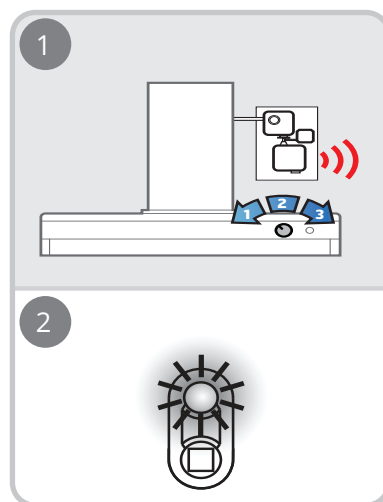

Fig. 8
- Aktivera högsta hastigheten på köksfläkten inom 12 sek. (se fig. 8).